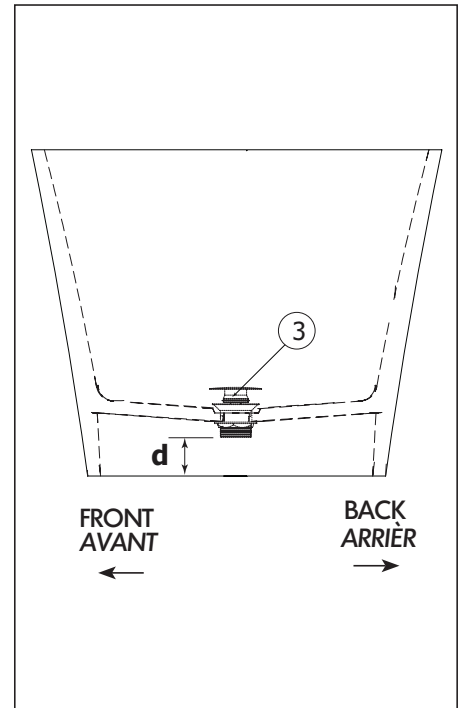

Fig.3
-Lay the bathtub on its side carefully to prevent scratches. Take the measurement of the distance "d" from the bottom of the drain to the bottom of the bathtub (fig.3).
-Poser la baignoire sur le côté avec soin pour éviter les rayures. Prendre la mesure de la distance "d" du fond de la vidange au fond de la baignoire (fig. 3).